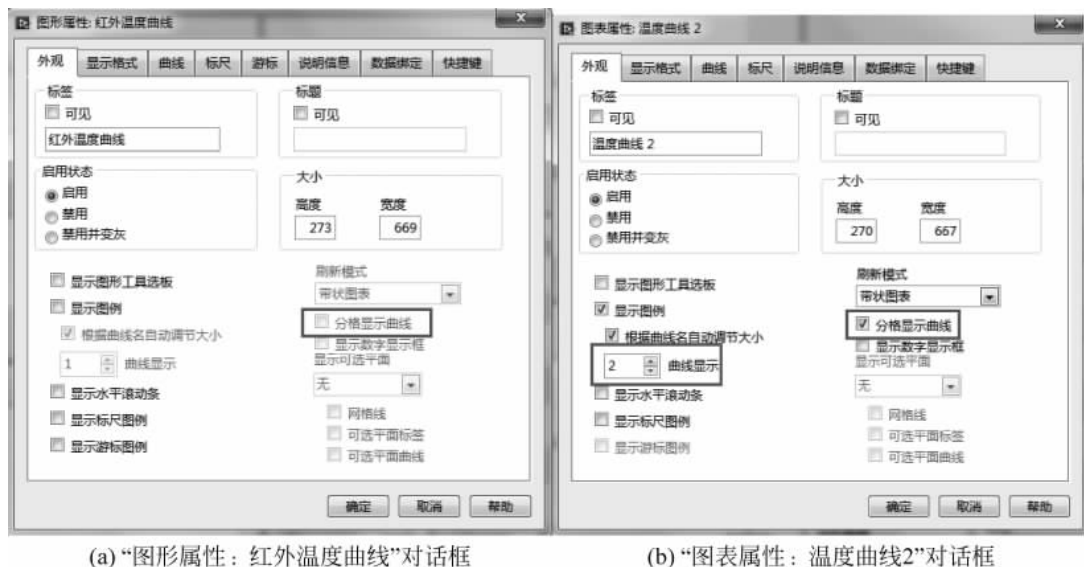

图 3-49 编辑两个图表的属性
(3) 打开第二个图表的“图标属性”命令,如图 3-49(a)所示,无法分格显示曲线。所以复制第一个图表来替换第二个图表。复制后打开其属性对话框,将显示的曲线数目改为 2,并将“分格显示曲线”复选框前的“√”去掉再重新选中,这一步操作很重要,如图 3-49(b)所示。